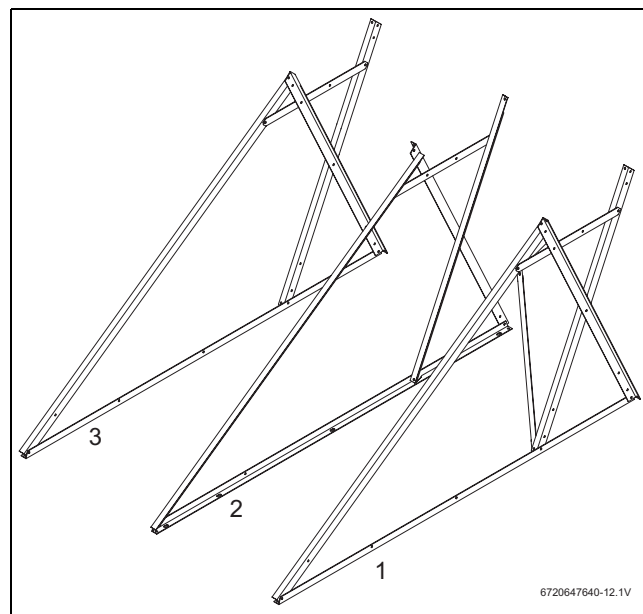

Fig. 20 Monter d'autres triangles latéraux
- le triangle du milieu (→ fig. 20, [2]) de manière symétrique par rapport au premier [1].
- le triangle gauche (→ fig. 20, [3]) comme le premier triangle latéral [1].